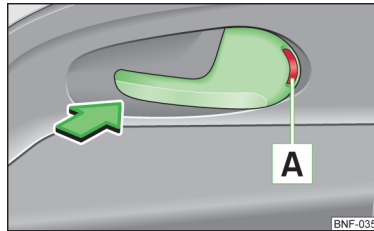

Fig. 27
- Apăsați mnerul portierei n sensul săgeții, n așa fel nct marcajul roșu [A] » fig. 27 să devină vizibil.
- Deschideți portiera prin tragerea o dată de mnerul portierei, n sens opus săgeții » fig. 27.